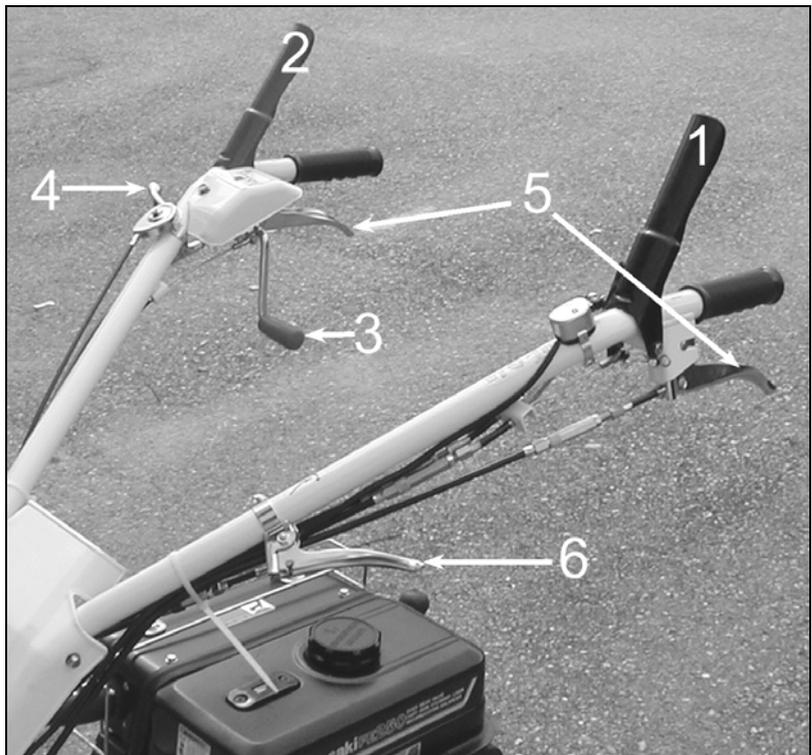

Figure 9
- Pour embrayer le rotor, appuyez et maintenez la poignée (figure 9, repère 2), puis tirez doucement la poignée d'embrayage du rotor (figure 9, repère 3).
- Actionnez la poignée d'avancement (figure 9, repère 1), puis accélérez à fond. Le débroussaillage débute.
- Relâchez les poignées d'avancement (figure 9, repère 1) et d'embrayage de coupe en même temps (figure 9, repère 2).
- Placez le levier d'accélération sur la position ralenti (figure 9, repère 4).